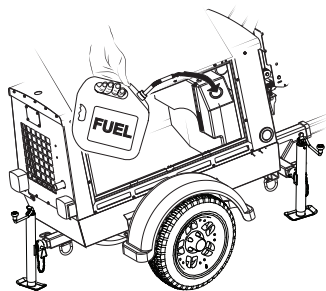

Figura 10. Adición de combustible
2. Levante la puerta de acceso de la torre de iluminación (Figura 10), en el lado de la batería/silenciador. Ponga el enganche de soporte de la puerta en posición para mantener la puerta en posición abierta (subida).